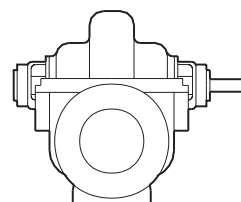

Рис. 6 Насос со свободным концом вала, т. е. без электродвигателя и без рамы-основания.
3. Насос со свободным концом вала, т. е. без электродвигателя и без рамы-основания (см. рис. 6).